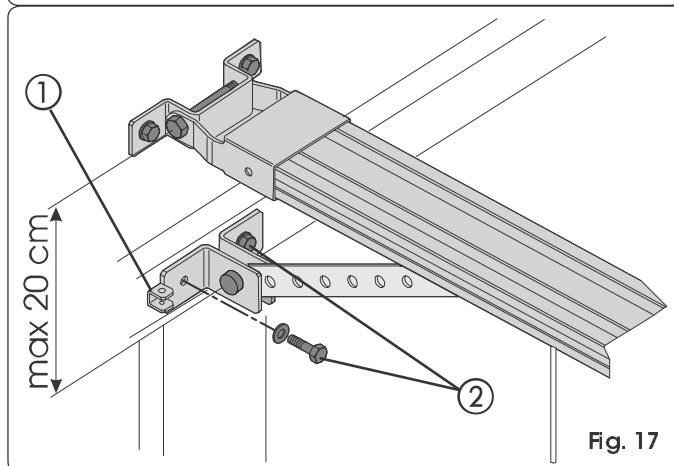

Fig. 17
- Zet de bevestiging zo op de deur dat het gat voor het ontgrendelingskabeltje naar de linkerkant van de deur is gericht (ref. ① Fig. 17).
- 4) Controleer of de afstand tussen de middellijn van de bevestigingsgaten van de bevestiging aan de voorkant en die van de bevestiging op de deur niet groter is dan 20 cm (Fig. 17). Voor een correcte werking van het automatische systeem wordt aangeraden te vermijden dat de hoek tussen de bovenste arm en de geleiderail groter is dan 30°. Als een (optionele) gebogen arm voor sectionale deuren wordt gebruikt, assembleer hem dan met de rechte arm van de geleideslede zoals aangeduid in Fig. 18. Voor een efficiëntere bevestiging wordt aangeraden de bevestiging zo laag mogelijk op de sectionale deur vast te zetten, maar niet meer dan 40 cm van de bevestiging van de aandrijving aan de voorkant.
- 5) Markeer de plaats van bevestiging op de deur, boor de gaten en zet de bevestiging op de deur vast met de schroeven (ref ② Fig. 17) **NIET** bijgeleverd.